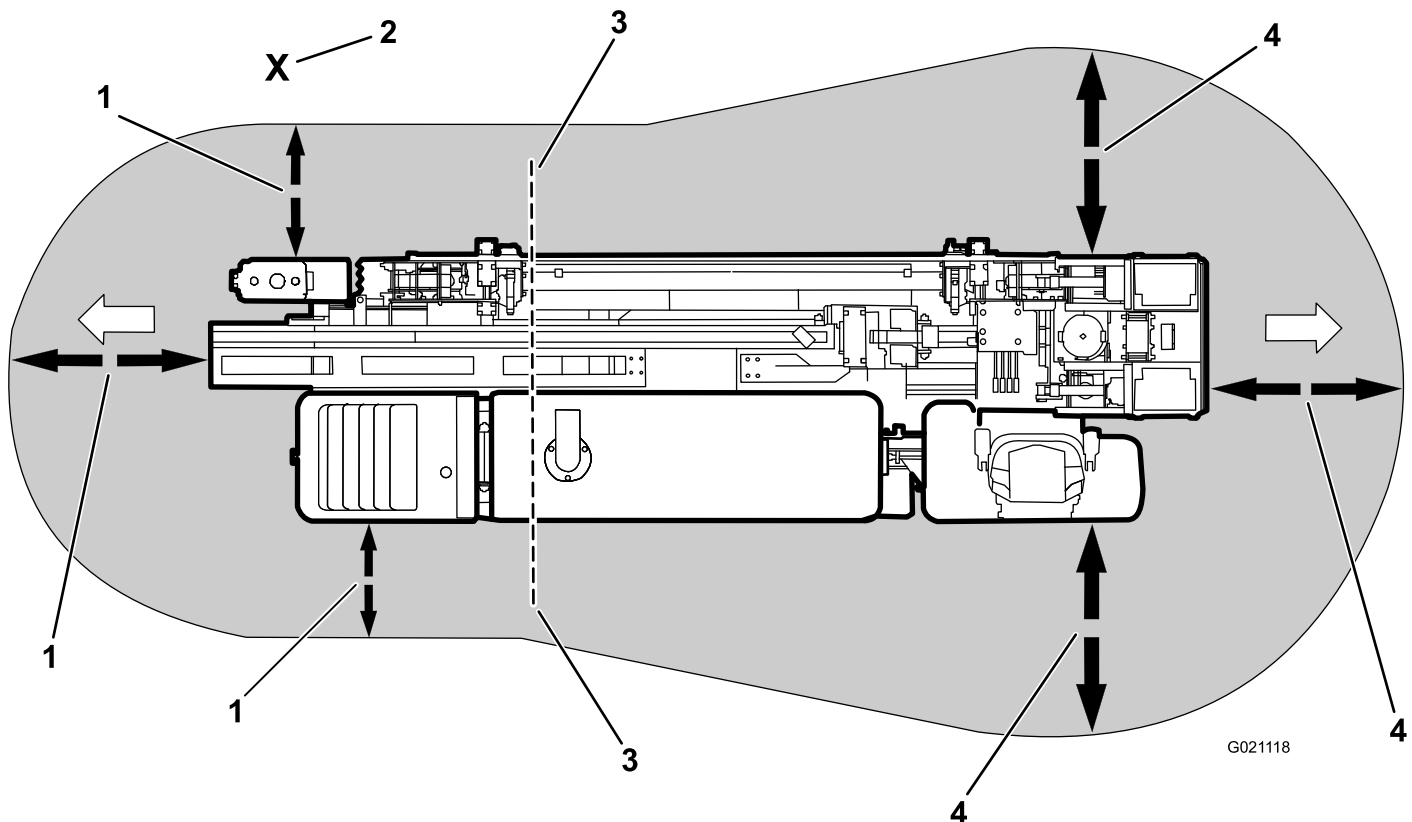

Bild 3
- Die Fahrsteuerung neben der Maschine, doch außerhalb des Gefahrenbereichs bedienen (Bild 3).